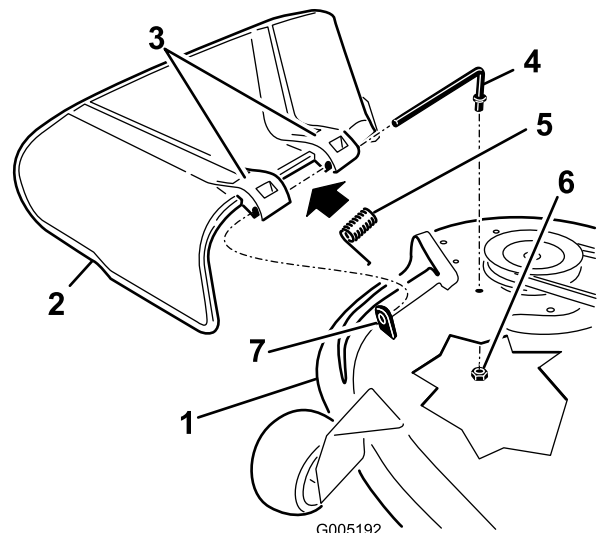

Figure 61
- Retirez l'écrou ( $\frac{3}{8}$  po) de la tige, sous le tablier de coupe (Figure 61).
- Sortez la tige de la courte cheville de positionnement, du ressort et du déflecteur d'herbe (Figure 61).
4. Remettez en place le déflecteur d'herbe (Figure 61).
7. Insérez la tige dans le deuxième support du déflecteur d'herbe (Figure 61).
9. Fixez l'extrémité arrière de la tige dans le tablier de coupe à l'aide d'un écrou ( $\frac{3}{8}$  po), comme montré à la Figure 61.